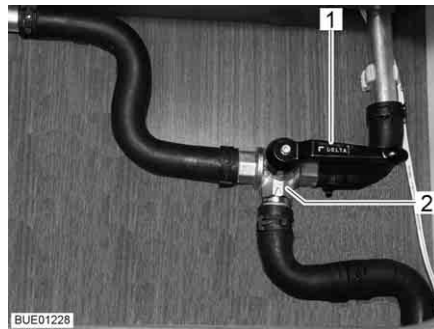

Bild 136 3-vägsventil
- Ställ spaken (Bild 136,1) till 3-vägsventilen (Bild 136,2) parallellt med den raka genomflödesriktningen (Bild 136).
- Ställ spaken (Bild 136,1) till 3-vägsventilen (Bild 136,2) tvärs mot den raka genomflödesriktningen.